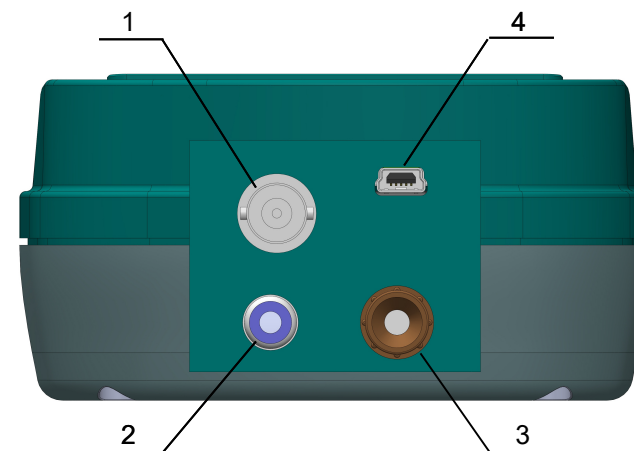

Рис.1. Вид панели прибора с разъемами
1.4.4. Расположение гнезд разъемов представлено на рис. 1.
3.1.3. Электроды, подготовленные к измерениям, подключают в соответствующие разъемы (комбинированный электрод подключается к разъему измерительного электрода, рис. 1).
3.2.1. Прибор подключают к питанию через разъем «Mini USB Тип В» (рис. 1). Питание может осуществляться от компьютера или от источника питания USB.
3.4.5.1. Подключить термокомпенсатор к соответствующему разъему прибора (рис. 1).
Включение режима термокомпенсации осуществляется автоматически при подключении термокомпенсатора к соответствующему разъему прибора (рис. 1). Режим термокомпенсации допустимо применять только в случае если он был включен при калибровке. Иначе показания прибора будут неточными.